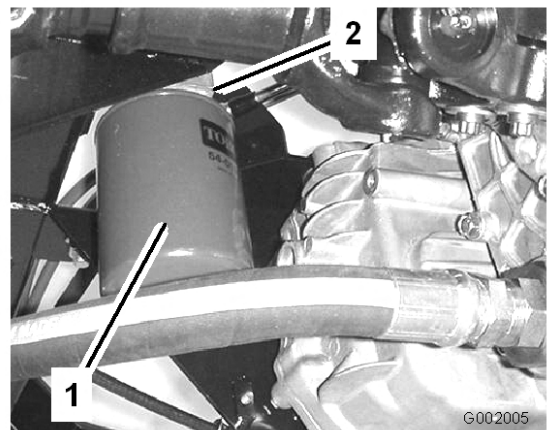

Figura 67
4. Retire el filtro (Figura 67).